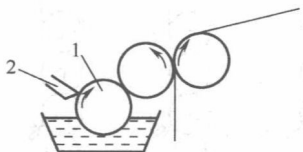

图 0-7 逆反向刮刀型输墨系统
c. 逆反向刮刀型输墨系统。如图 0-7 所示,该系统将刮刀 2 反角度安装,逆着网纹辊 1 旋转方向在网纹辊上刮墨。使用反向刮刀时,刮刀安装角度为 $140^{\circ} \sim 150^{\circ}$ 。由于油墨的液体压力会使刮刀靠向网纹墨斗辊,刮墨干净,没有油墨堆积现象。